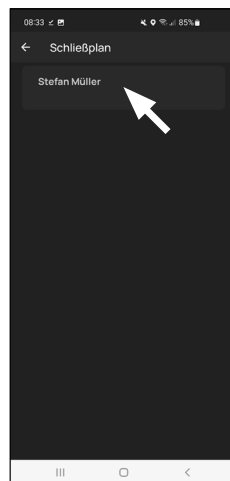

Fig. 2
- ③ Appuyez sur le nom d'utilisateur ou sur le premier utilisateur, si vous en avez créé plus d'un. (Fig. 2).